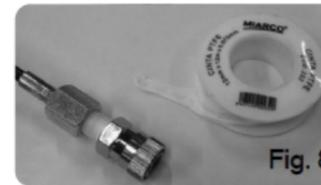

Fig. 8
- Primeramente, debemos asegurarnos de sellar perfectamente todas las roscas que intervienen en el conjunto de carga. Usamos presiones muy altas y necesitamos usar algún sellante de rosca como teflón, etc. (Fig. 8)